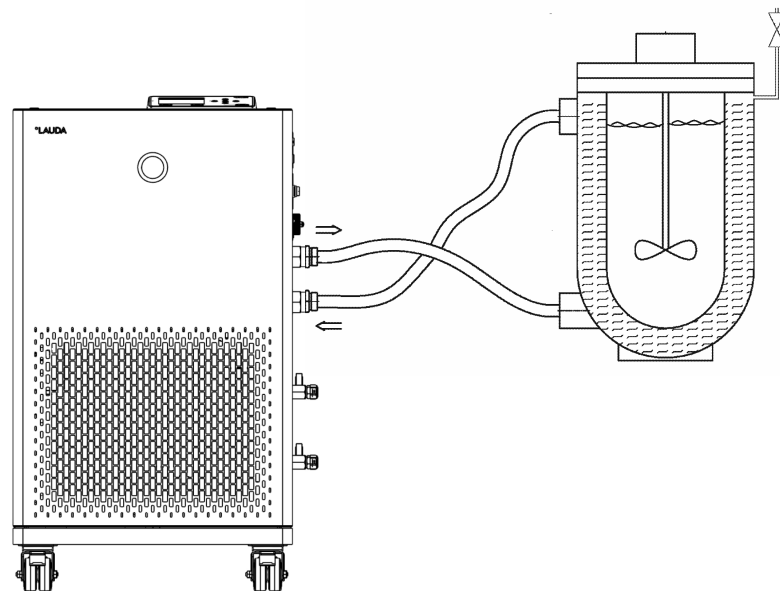

Fig. 14: Esquema de conexión con válvula de purga de aire
- En función del diseño de aplicación, una válvula de purga de aire puede simplificar significativamente el proceso de purga de aire. La válvula de purga de aire debe estar situada en el punto más alto del circuito (Fig. 14).
La aplicación externa debe conectarse de acuerdo con el esquema (Fig. 14) para que las burbujas de gas/vapor puedan eliminarse del sistema y sea posible un funcionamiento sin interrupciones. La alimentación de la bomba debe conectarse a la conexión inferior de la aplicación. La tubería de retorno hacia la boquilla de bomba debe conectarse a la conexión superior de la aplicación. De este modo, la aplicación fluye de abajo hacia arriba.